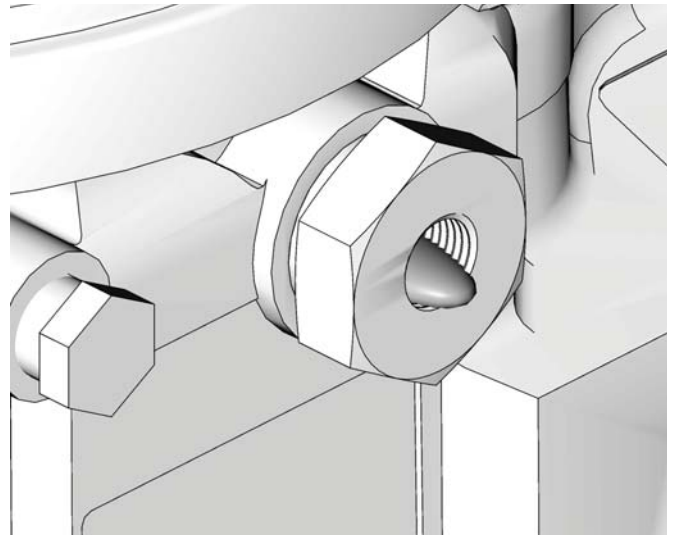

FIG. 16
2. Haga funcionar la bomba únicamente hasta que no suministre más aire con el lubricante saliendo del accesorio del elemento (FIG. 16).